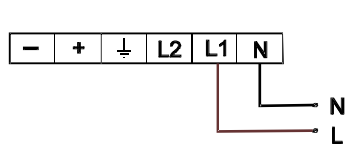
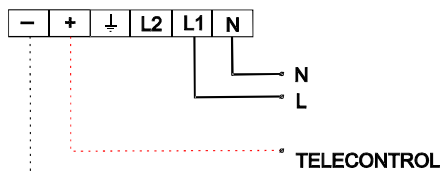
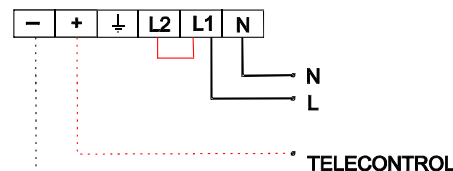

Рис.1
Рис.2
Рис.3
- 3.3 Присоедините сетевые провода (сечением 1,0 -1,5 мм²) к клеммной колодке: L1 - постоянная фаза, N - нейтраль, находящейся на установочной панели для модели BS-1140-1x8 см.рис.1, для модели BS-8143-1x8 см.рис.2, для моделей BS-7141-1x8 и BS-7141-3x1LED см. рис.3.